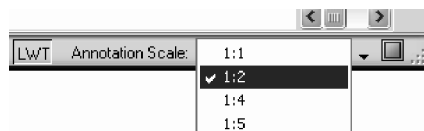
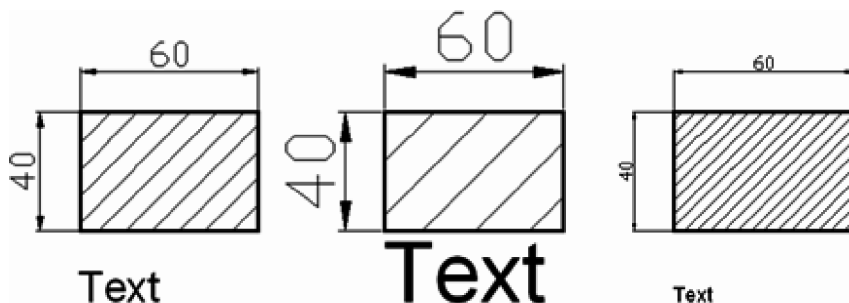

Fig. 6.120 Selectarea scării de afișare
Fig. 6.121 Scalarea obiectelor „adnotative”
6. Din linia de stare se alege, din lista derulantă *Annotation Scale*, scara de afișare 1:2 – vezi Fig. 6.120. Obiectele „adnotative” sunt afișate la noua scară, chiar dacă dreptunghiul (care nu este „adnotativ” nu își modifică aspectul – vezi Fig. 6.121.
7. Se repetă procedeul, alegând scara 2:1. Obiectele „adnotative” sunt afișate la noua scară – vezi Fig. 6.121.